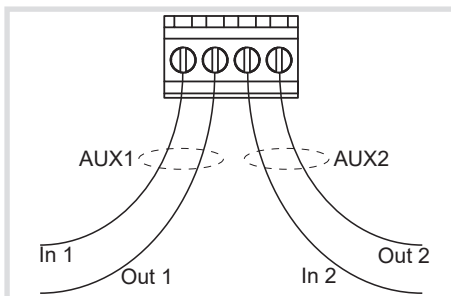

Bild 6: Anschlussklemme (AUX) für externe Signalgeber
Das Gerät verfügt über zwei potenzialfreie Kontakte AUX1 und AUX2 (Bild 6), an denen z. B. ein KNX-Funk Binäreingang angeschlossen werden kann. Auf diese Weise kann ein Alarmsignal beispielsweise auf den KNX-Bus gesendet werden. Das Alarmsignal bleibt so lange aktiviert, bis der Alarm (siehe Gefährliche Situation, Wasser Leckage) durch Drücken der Taste (3) auf der Sensoreinheit quittiert wird. Die Beschaltung der potenzialfreien Kontakte und deren Bedeutung ist in Tabelle 3 dargestellt.
- Herdzuleitung 1phasig (17) an die Anschlussklemmen **IN** (22/23/29) der Spannungsunterbrechung anschließen. Dabei zuerst den Schutzleiter anschließen.
- Anschlussleitung (30) durch die Kabeleinführung (10) stecken.
- Zugentlastung (26) herstellen.
- Anschlussleitung 1phasig (30) an die Anschlussklemmen **OUT** (22/23/28) der Spannungsunterbrechung anschließen. Dabei zuerst den Schutzleiter anschließen.
- Optional: Wasser Leckage Sensor in die Anschlussbuchse (12) der Spannungsunterbrechung (9) stecken (siehe Montage Wasser Leckage Sensor).
- Gehäuseabdeckung (13) mit den Befestigungsschrauben (14) am Gehäuseunterteil befestigen.
- Optional: externen Signalgeber an potenzialfreien Kontakt (18) anschließen (Bild 6).